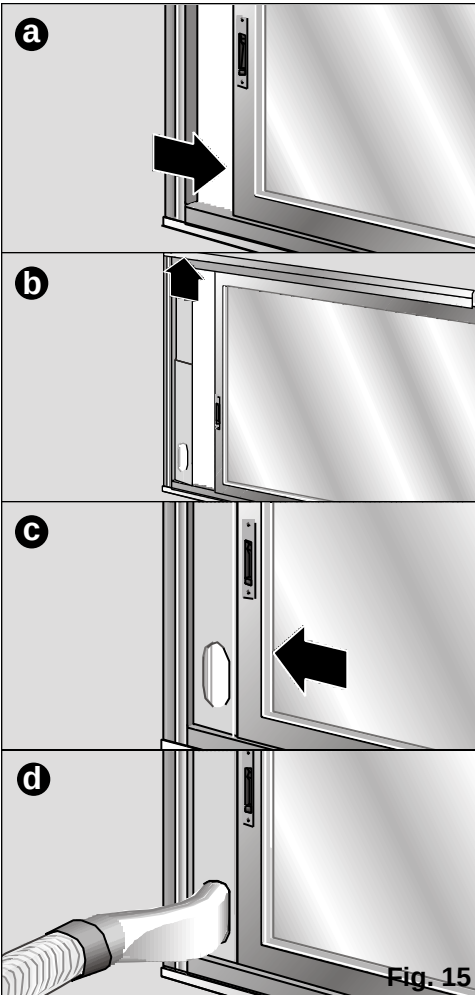

Fig. 15
- Também se pode utilizar o acessório de instalação correção janela / terraço (ver "Descrição dos acessórios"). **Fig. 15: a, b, c, d.** Este acessório serve tanto para janelas horizontais como para verticais / terraços.